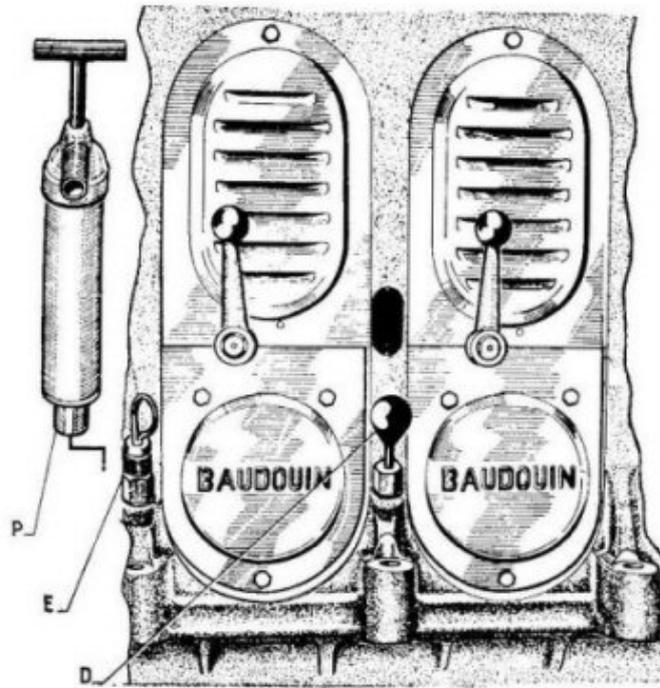

Figure 9. — Pompe de vidange - Graissage des Culbuteurs.
b) **Utilisation de la pompe de vidange** (voir figure 9)
## **GRAISSAGE DES CULBUTEURS ET DES QUEUES DE SOUPAPES** (voir figure 9)